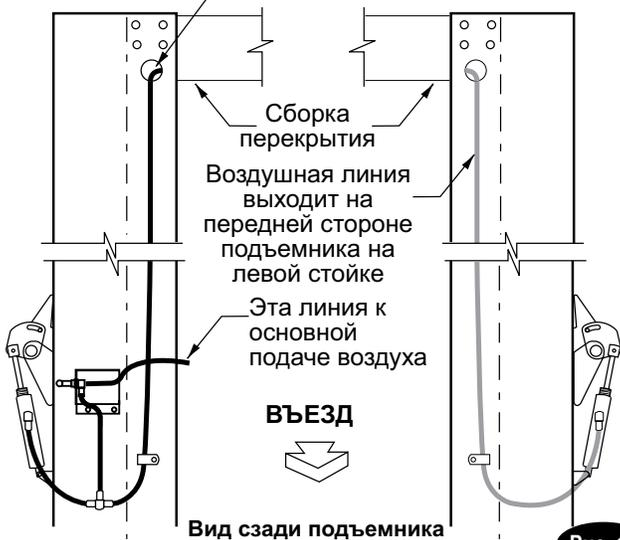

Рис. 13
- K) Установите воздушную линию от объединительного Т-образного соединителя к воздушному цилиндру левой стойки. см. рис. 13.